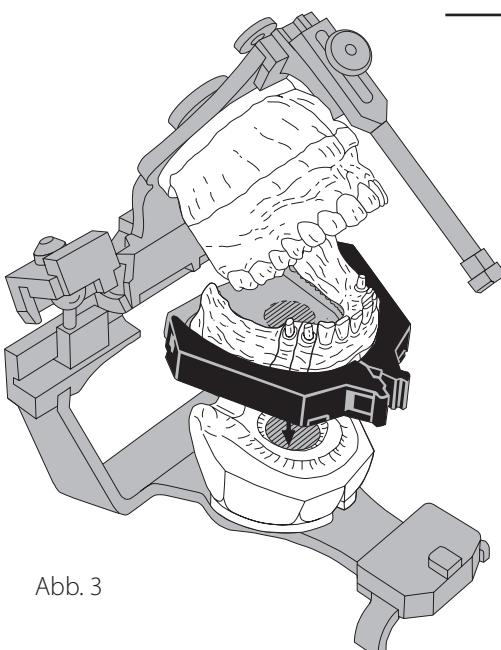

Abb. 3
4. Nehmen Sie das Modell vom Artikulator ab. Ziehen Sie den vorgefertigten Spacer ab (Abb. 3).